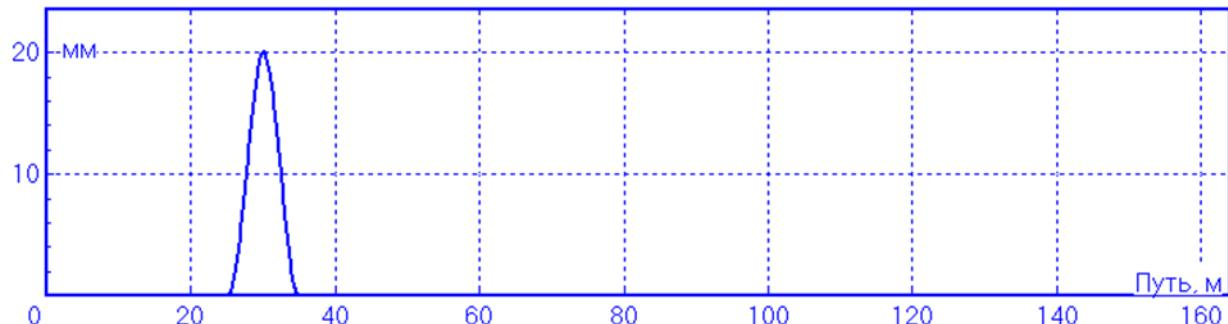
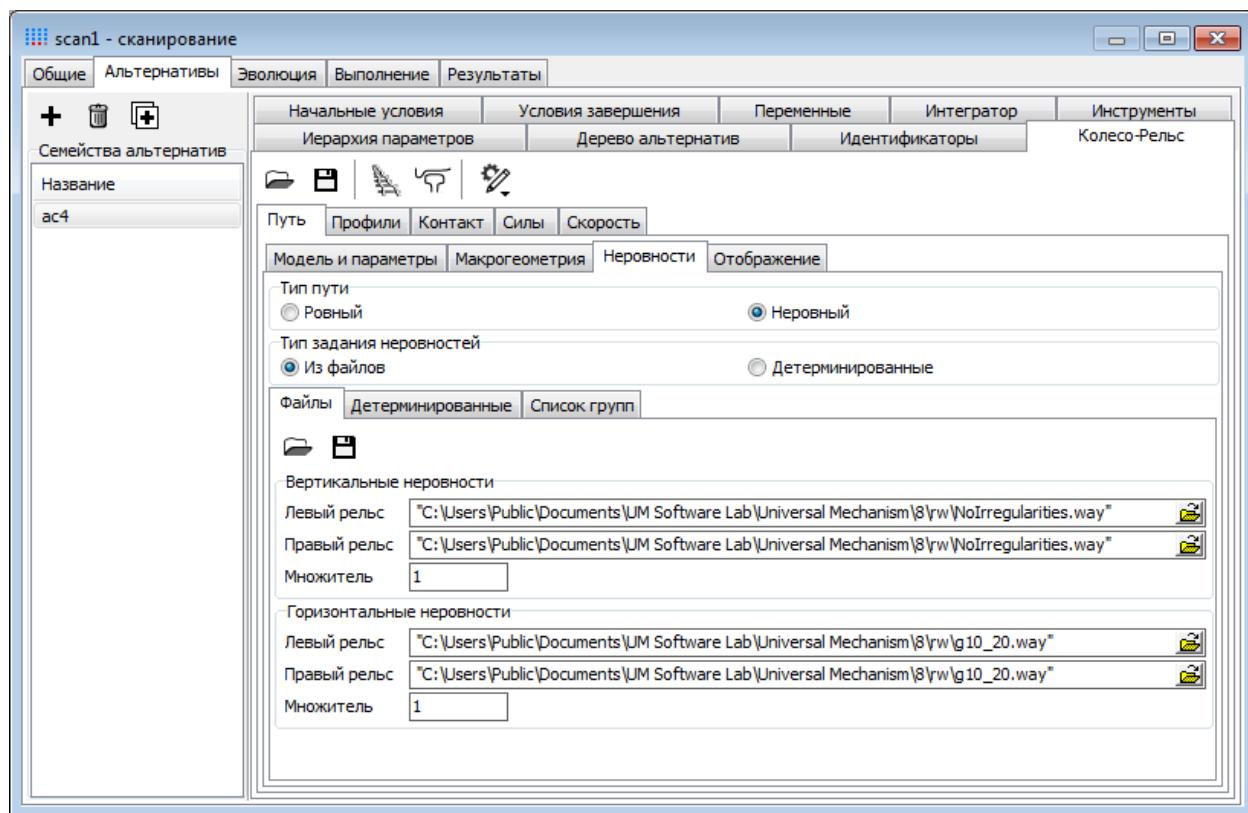

Рис. 3.9. Неровность пути в плане. Файл **g10\_20.way**
Рис. 3.10. Настройка неровностей путевой структуры
1. Итак, настроим неровности путевой структуры. Перейдите на вкладку **Колесо/Рельс | Путь | Неровности**. Установите Тип пути в значение **Неровный**, Тип задания неровностей – **Из файлов**. В качестве файлов вертикальных (Z) неровностей выберите файл **NoIrregularities.way** (нет неровностей), а для горизонтальных (Y) неровностей выберите файл **g10\_20.way**, содержащий единичную неровность в начале пути, см. рис. 3.9. Окончательный вид вкладки представлен на рис. 3.10.